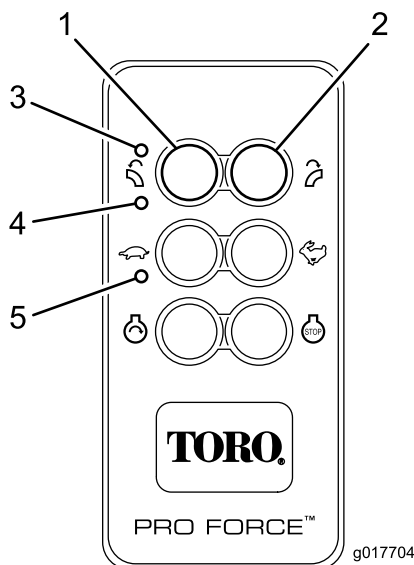

Figura 12
El control remoto se activa (se enciende) al pulsar cualquier botón. Los LEDs TX y RX parpadean, indicando que el control remoto está activado y se está comunicando con la unidad base. Para conservar las pilas, el control remoto se mantiene activo durante unos tres (3) segundos antes de apagarse automáticamente, a menos que detecte la pulsación de un botón dentro del límite de tres segundos. Cuando el equipo se apaga después del tiempo de espera, se apagan todos los LED del control remoto (Figura 12). Pulse cualquier botón para reactivar el control remoto.